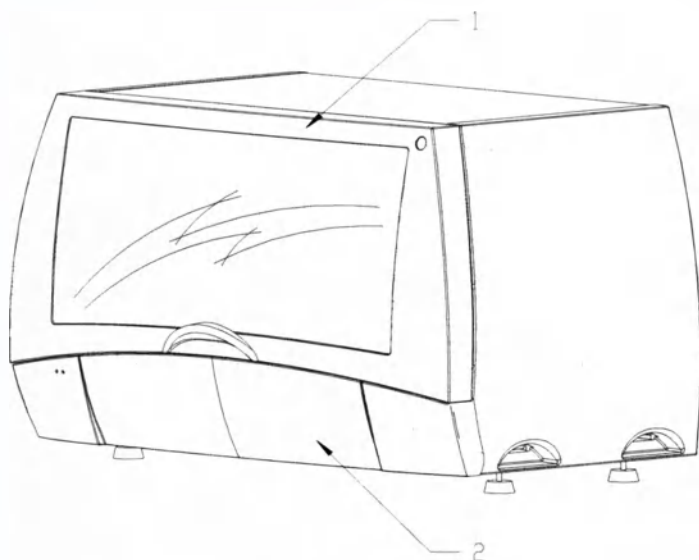

Рис. 1-1: Дверцы.
Доступ к внутренней части оборудования осуществляется через скользящую дверцу (1) и подвижную крышку (2), (Рис. 1-1)